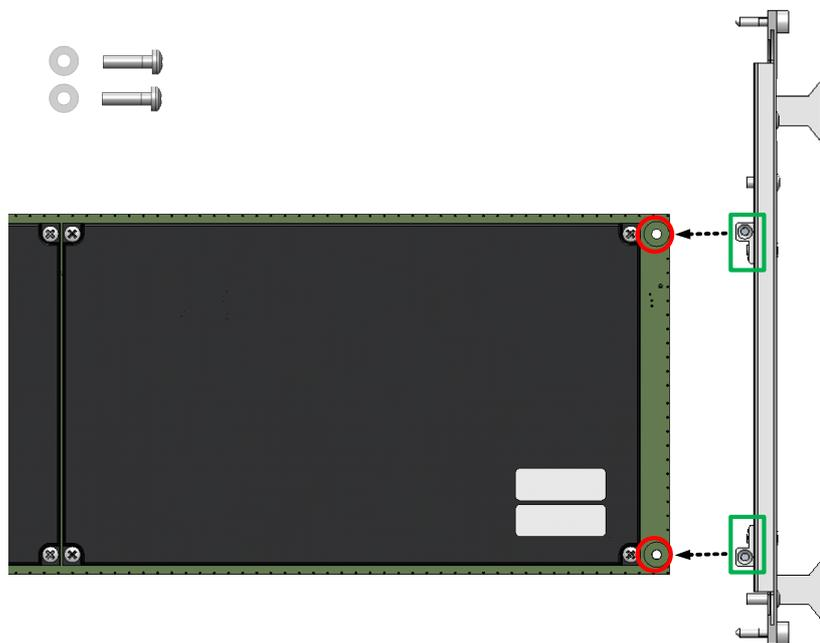

Abb. 2-5 Anbau der ES5372.1 Frontplatte an die ES4452.1
Die Unterlegscheiben brauchen Sie noch für die Montage der ES5372.1 Frontplatte (siehe Abb. 2-5)
5. Positionieren Sie entsprechend Abb. 2-5 die vormontierten Montagewinkel (grün umrahmt) der ES5372.1 Frontplatte an die ES4452.1 Montagebohrungen (rot umrahmt).
6. Fixieren Sie die ES5372.1 Frontplatte an der ES4452.1 mit zwei der mitgelieferten TORX-Schrauben (T8) und den vorhandenen Unterlegscheiben (siehe rot eingekreiste Bereiche in Abb. 2-5).